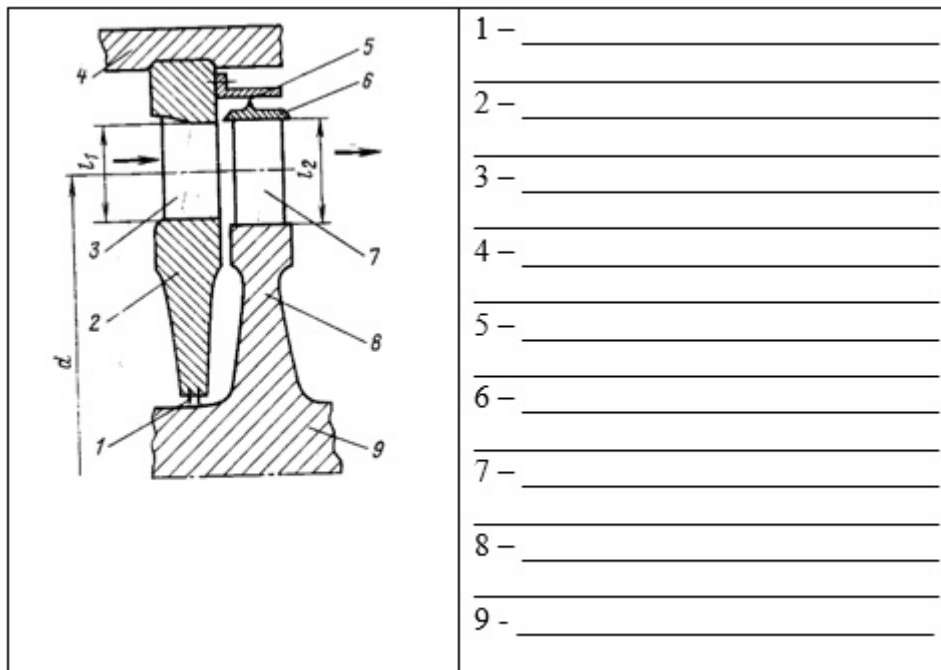

Рис. 1.
2. Назовите элементы турбинной ступени, обозначенные на рис. 1 цифрами.